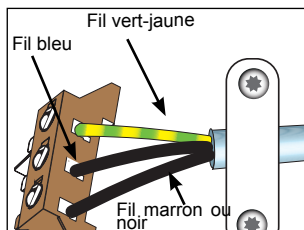

fig. 6
- Insérez les fils du câble conformément au schéma ci-contre (fig. 6). Le fil de terre couleur vert-jaune doit être relié à la borne de terre ⊕.